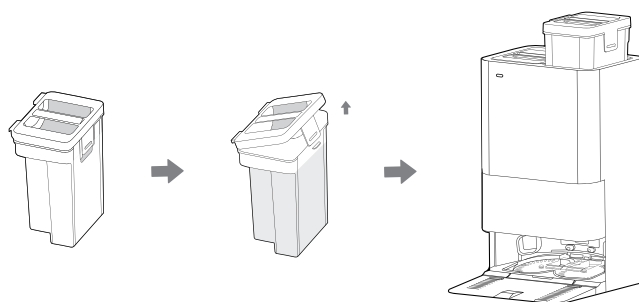

Fig. 5
10. Prima di avviare la prima sessione di pulizia, rimuovere il serbatoio dell'acqua pulita sul lato destro, aprire il coperchio e aggiungere l'acqua pulita e il detergente Hoover (35602971-DETHHOOV) [Fig. 5]